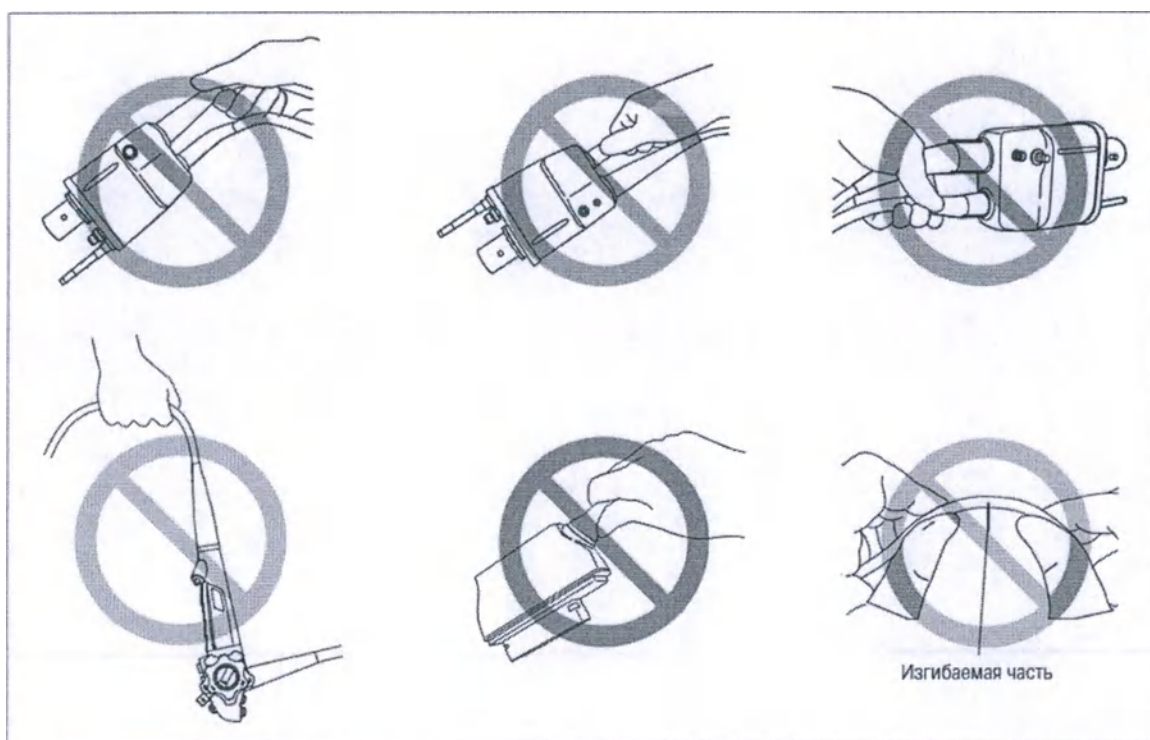

Рис. 1.6
- НЕ переносите эндоскоп за соединительный шнур, кабель разъем сканера или вводимую часть. НЕЛЬЗЯ сильно сжимать и сгибать изгибаемую часть (рис.1.6). Это может привести к повреждению инструмента.